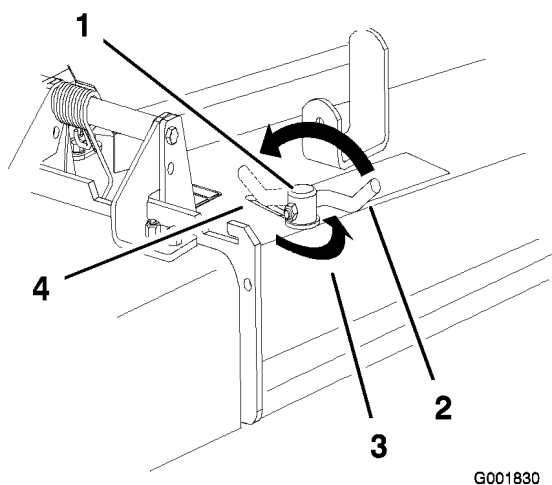

Figure 22
- Pour régler le verrou à came, soulevez le levier pour desserrer le verrou (Figure 22).
- Repoussez le levier à sa position d'origine pour serrer le déflecteur et le verrou (Figure 22).